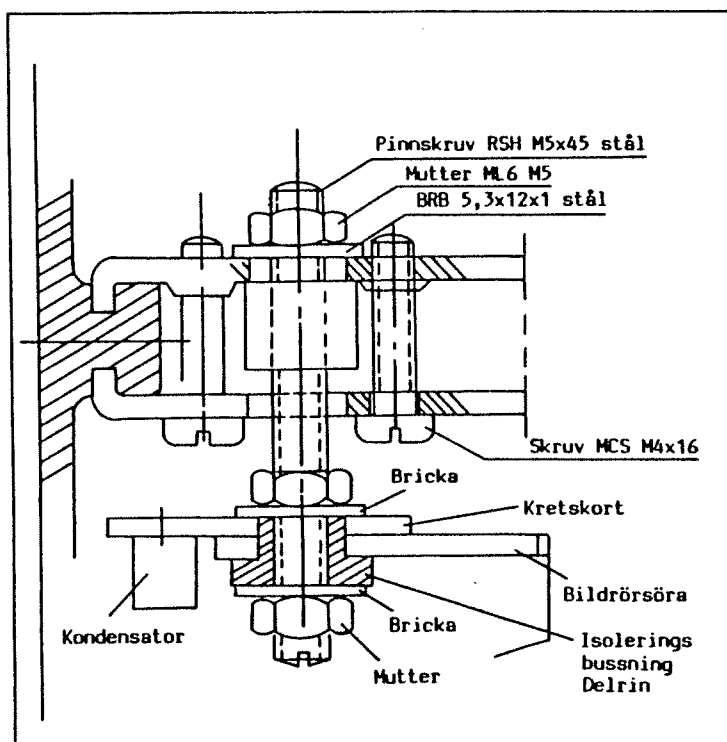

Bild 24. Bildrörsfäste
- 5.5.7 Ta bort de fyra pinnskruvarna som håller bildröret, flytta den svarta kabeln, som sitter mellan bildröret och CRT-kortet, till det nya bildröret. Se bild 24.
Själva bildröret skall isoleras från chassit. Detta sker genom att små avkopplingskort och bussningar används vid montering av bildröret, se bild 24.